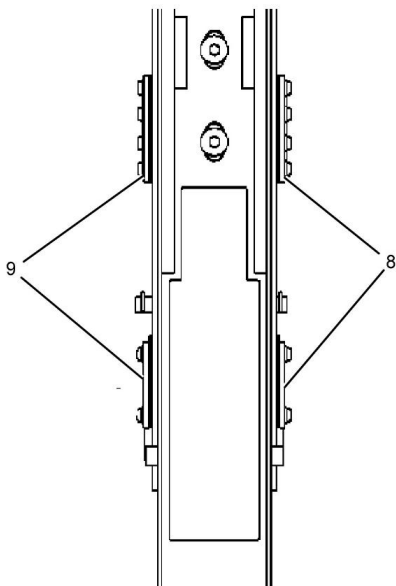

Рисунок 9
5. С помощью измерительного щупа ( 0.25 mm (0.0098 inch) ) проверьте зазор износных накладок с обеих сторон. С одной стороны не должно быть зазора между внутренним ползуном и лицевой поверхностью накладки (9) . С другой стороны зазор (8) должен составлять не более 0.25 mm (0.0098 inch) . См. рис. 9 .